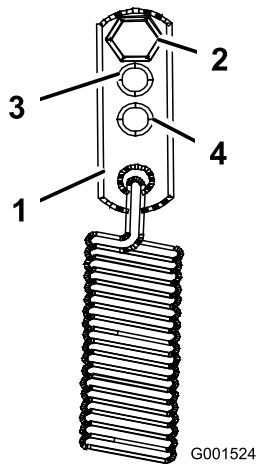

Figura 39
3. Para un ajuste más duro, coloque las pletinas de anclaje de los muelles en la posición de servicio medio o pesado (Figura 39).